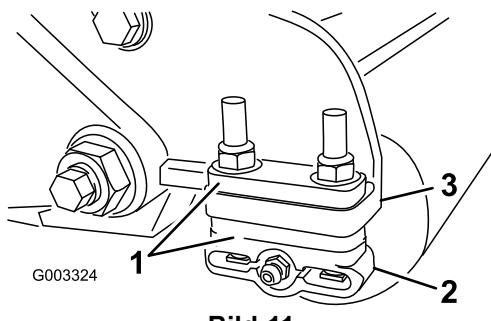

Bild 11
1. Legen Sie die benötigte Anzahl von Distanzstücken unter den Montageflansch der Seitenplatte (Bild 11), um die Halterungen der Heckrolle (Bild 11) auf die gewünschte Schnitthöhe einzustellen, siehe Schnitthöhentabelle.